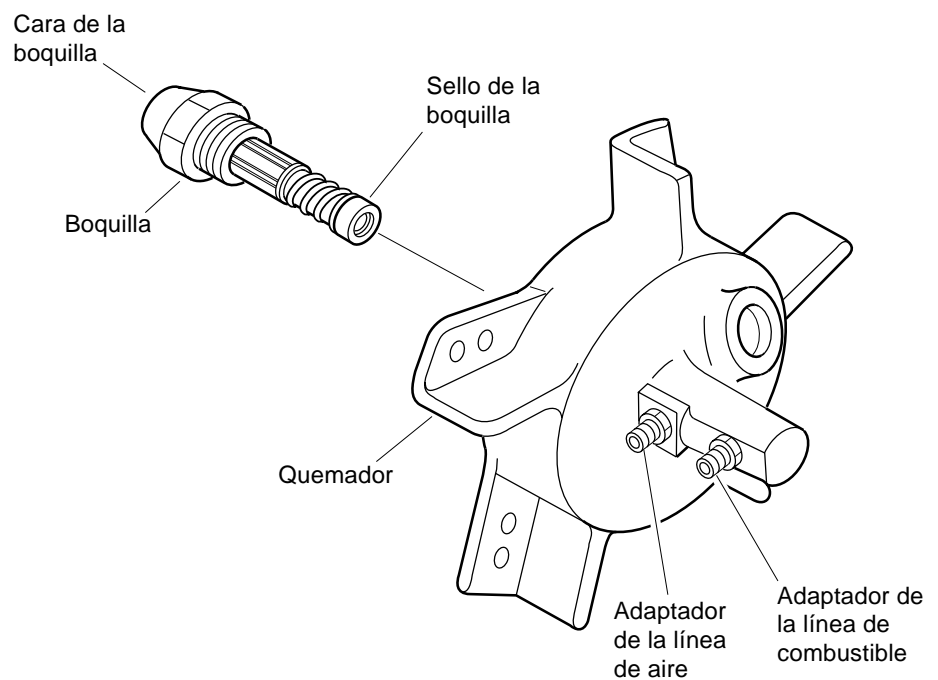

Figura 24 - Remoción de la boquilla, modelos de 20,5/26,4 kW (70/90,000 Btu/hr)
8. Quite cuidadosamente la boquilla del quemador usando una llave de casquillo de 5/8" (vea la Figura 24).